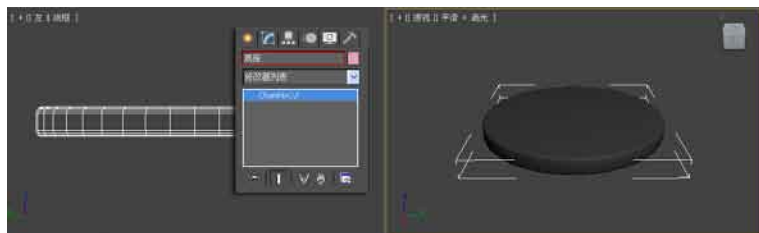

图3.13 命名对象
- 04 创建的切角圆柱体将作为灯具的底座，在命令面板中将其命名为“底座”，如图3.13所示。